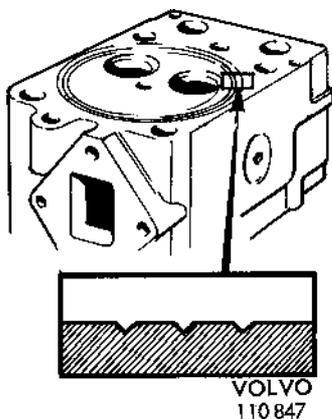

Fig. 18. Culasse avec rainures d'étanchéité d'un nouveau modèle (moteur de la série 100)
4. Débarrasser les surfaces d'étanchéité des culasses des restes de calamine et d'autres impuretés. Nettoyer les rainures d'étanchéité avec un racloir approprié (conçu de manière à pouvoir suivre le contour de ces rainures, voir figures 18 et 19).